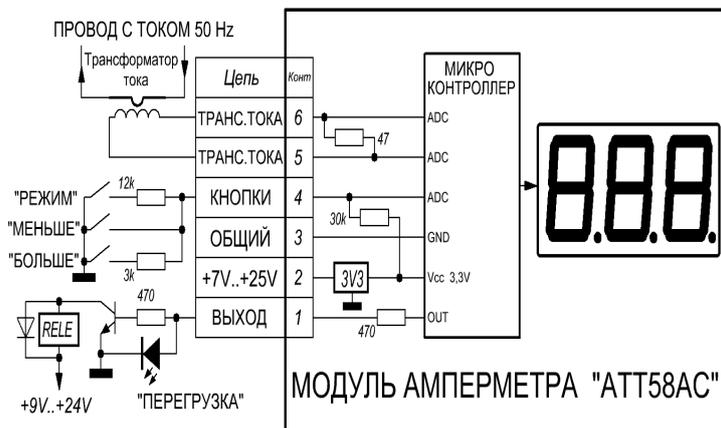

Рис.1 Схема подключения внешних элементов
3.1 Настройка параметров производится тремя кнопками, включенными по Рис.1 Модуль поддерживает три варианта установки кнопок в законченное изделие: